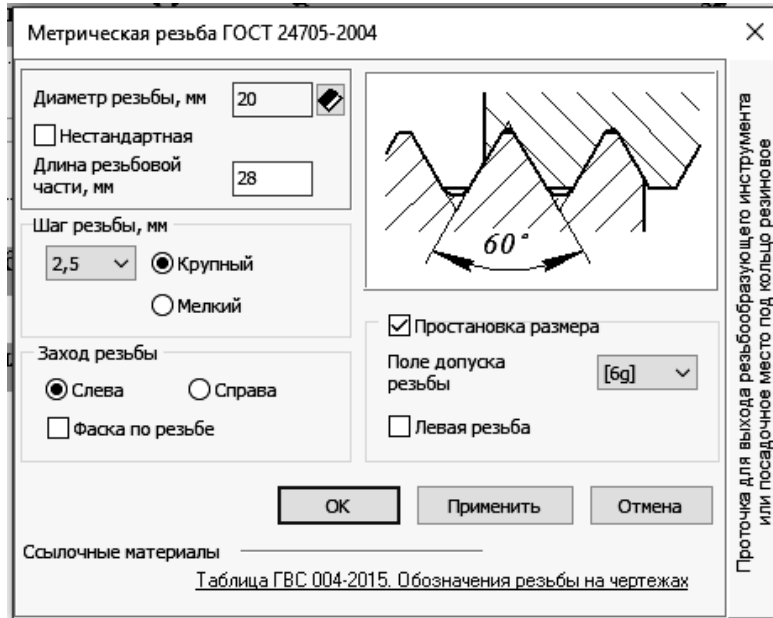

Рис. 15.8. Выбор параметров метрической резьбы
5.1. Для построения резьбы на внешней поверхности первого участка необходимо выделить первую цилиндрическую ступень в дереве построения (**Цилиндр. D = 20, L = 34**) и выбрать вкладку «Дополнительные построения» → «Резьба» → «Метрическая» и ввести необходимые параметры (рис. 15.8).